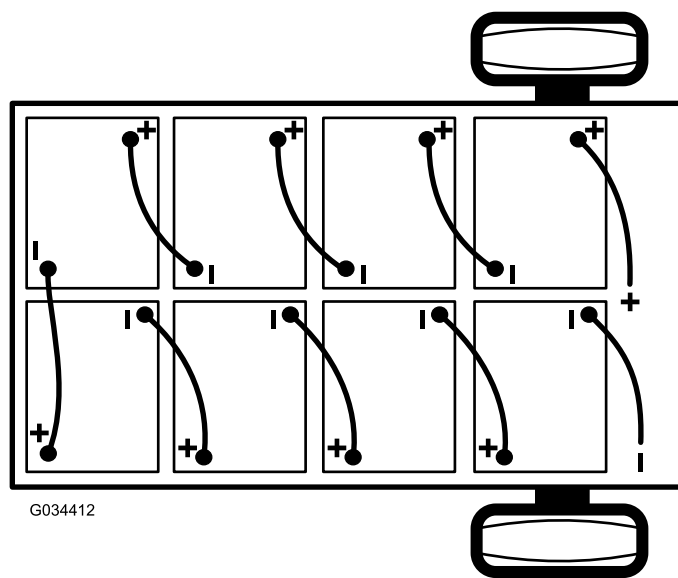

Рисунок 39
2. Отсоедините главный отрицательный кабель аккумулятора (черный), который соединяет блок аккумуляторов с точкой заземления автомобиля (Рисунок 39).
блок аккумуляторов с главным контактором автомобиля (Рисунок 39).
Примечание: При установке аккумуляторов обращайтесь внимание на их полярность (Рисунок 39).
- 6. Соедините аккумуляторы между собой, как показано на Рисунок 39, с помощью промежуточных соединительных кабелей, снятых при выполнении пункта 1.
- 2. Подсоедините главный положительный кабель аккумулятора (красный) между блоком аккумуляторов и автомобилем (Рисунок 39).
- 3. Подсоедините главный отрицательный кабель аккумулятора (черный) между блоком аккумуляторов и автомобилем (Рисунок 39).